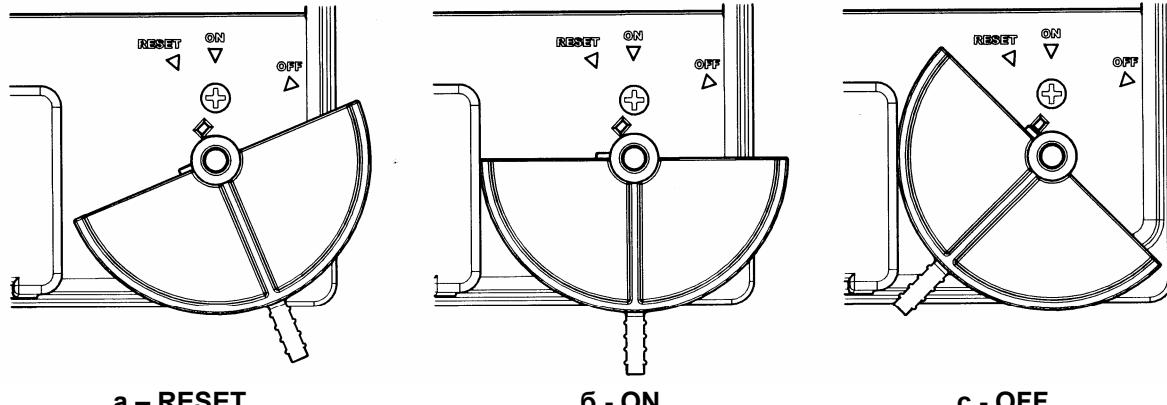

Рис.10
| 155 | BMU                          | Превышение числа попыток (5) перезапуска котла с климатического регулятора QAA73. Для восстановления работы котла необходимо установить переключатель (рис.10) в положение RESET |